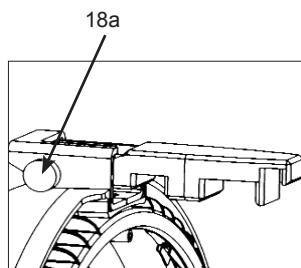

Abb. 6 / fig. 6
- Torsicherung (18) durch Drücken auf den seitlich angebrachten Knopf (18a, Abb. 6) öffnen.
- Open the top latch (18) by pressing the button at the side (18a, fig. 6).